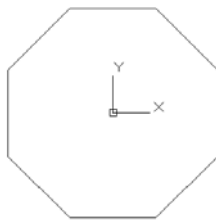

图 4.32 创建正多边形
(1) 启动 AutoCAD 2012 后, 在【常用】选项卡中, 展开【绘图】面板, 选择【多边形】按钮, 根据提示信息, 输入边数为 8。
(2) 输入正多边形的中心点为 (0, 0), 并选择内接于圆 I。
(3) 指定圆的半径为 45, 效果如图 4.32 所示。完成创建正多边形的操作。